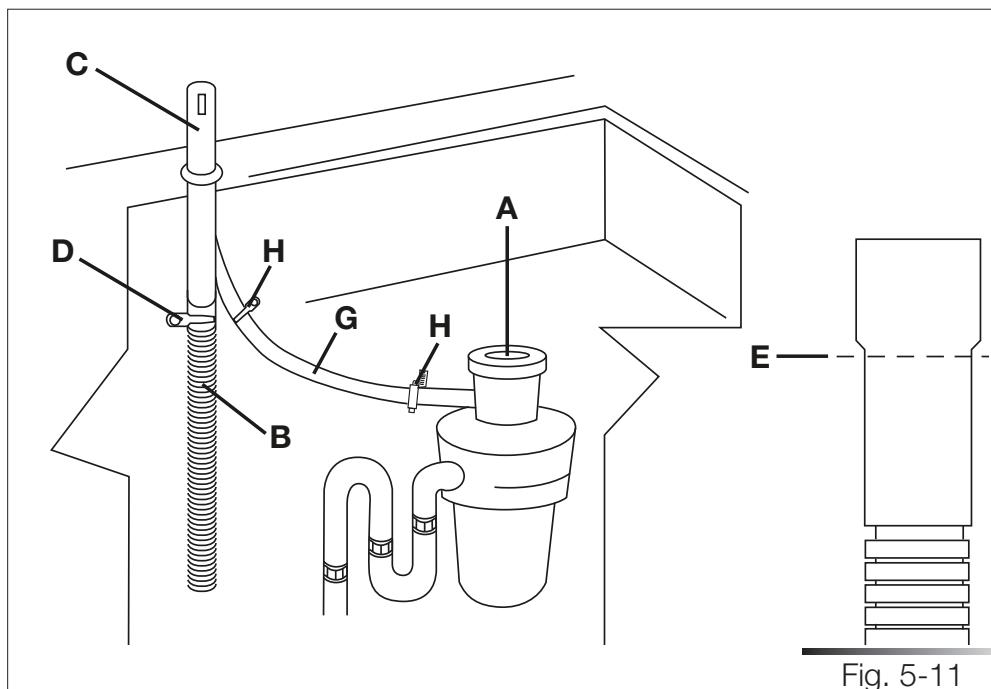

Fig. 5-11
1. Quite el tapón extraíble del triturador de desechos (ref. A fig. 5-11).
2. Conecte el tubo de evacuación del lavavajillas (ref. B fig. 5-11) al hueco de aire (ref. C fig. 5-11) mediante la amplia abrazadera de muelle (ref. D fig. 5-11); si es necesario, corte el extremo del tubo de evacuación del lavavajillas (ref. E fig. 5-11) (no corte la sección ondulada). Si se ha cortado el tubo de evacuación, utilice una abrazadera de destornillador\* de 38 a 50 mm (de 1-1/2 a 2").
3. Para conectar el hueco de aire (ref. C fig. 5-11) a la entrada del triturador de desechos (ref. F fig. 5-11), utilice un empalme de goma\* (ref. G fig. 5-11) con abrazaderas de muelle o de destornillador\* (ref. H fig. 5-11).